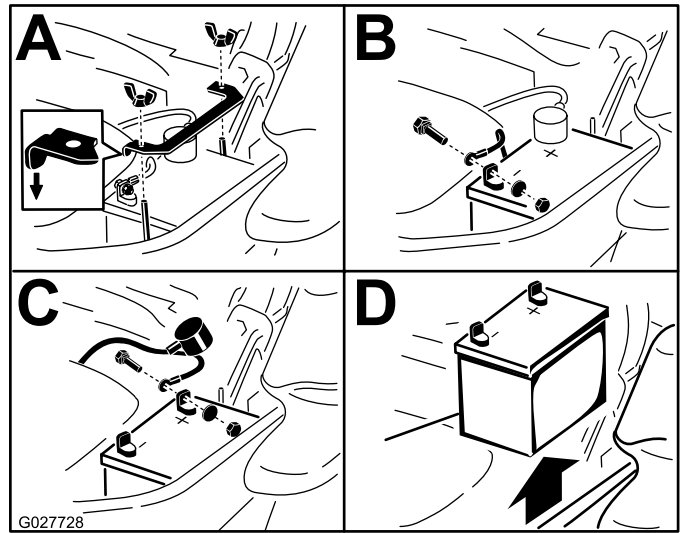

Figure 60
3. Retirez la batterie, comme montré à la Figure 60.
**Remarque:** Placez la batterie dans son support en tournant les bornes à l'opposé du réservoir hydraulique (Figure 60).